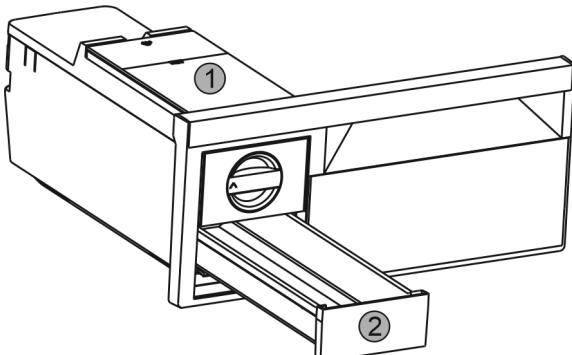

Fig. 47
- Vyjměte nádržku na vodu Fig. 47 (1) a zásuvku na kostky ledu Fig. 47 (2).